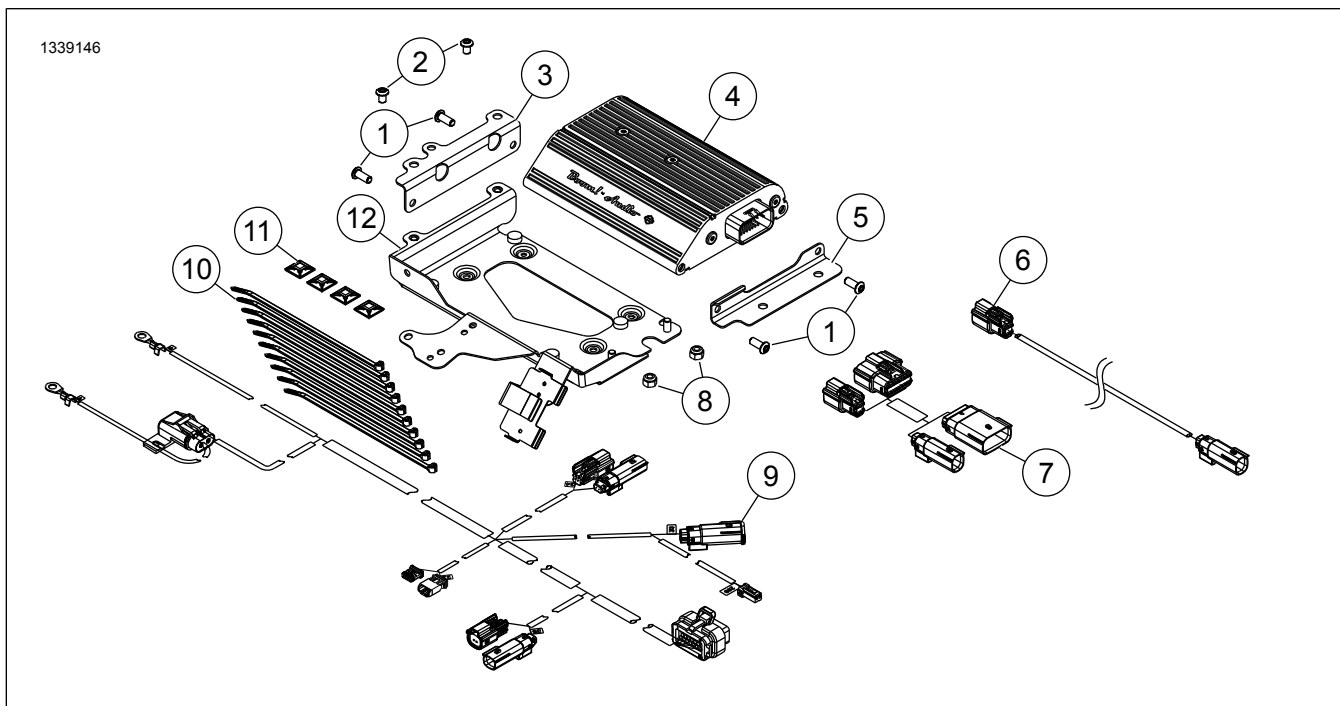

Figur 12. Tilkobling til bakre høyttalerkabinett
- 11. Se Figur 12 . **SiriusXM-utstyrte modeller:** Flytt SiriusXM-antennen med braketten og instruksjonene fra det settet. Monter hovedsikringen og sjekk at radioen fungerer.